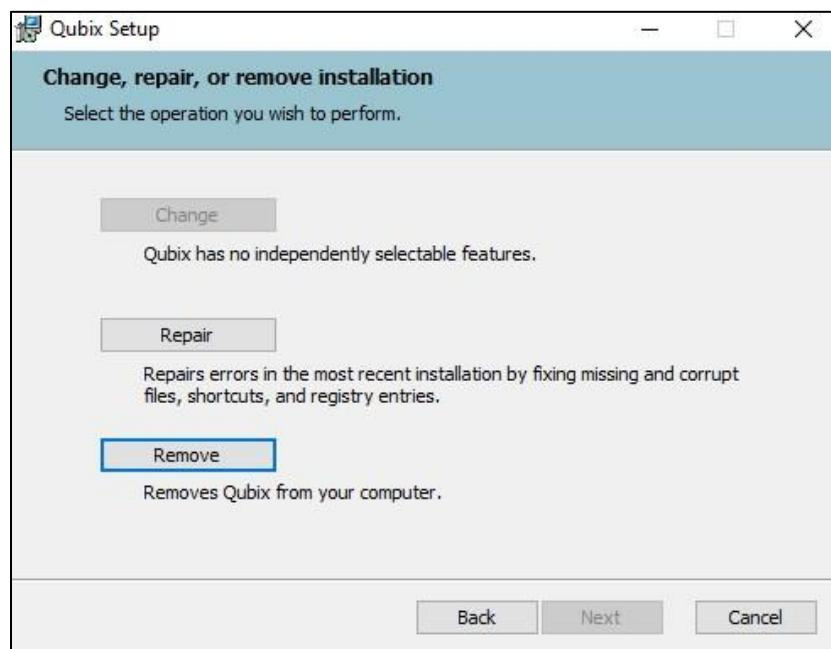

Рис. 5. Удаление ПО при помощи пакета установщика QUBIX
2) При помощи пакета установщика QUBIX со съёмного носителя, входящего в комплект поставки, выбрав пункт «Remove» (рис. 5).